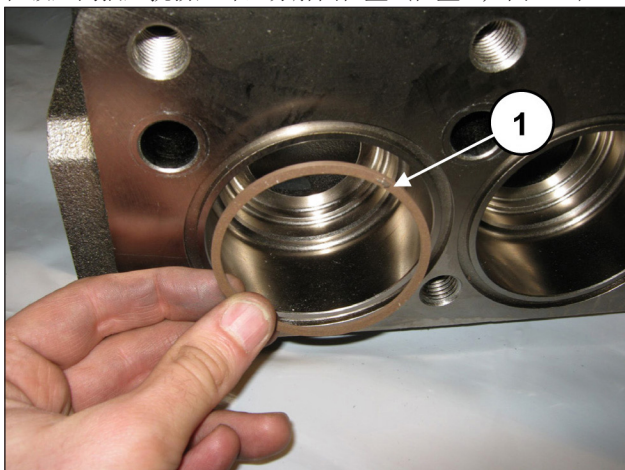

图 153
在吸入阀插入抗挤压环, 分解图位置6(位置①, 图 153)。